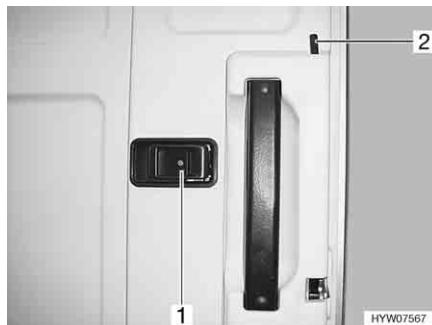

Fig. 39 Serratura della porta di ingresso, lato interno
- Tirare la maniglia (Fig. 39,1). La serratura della porta si sblocca.
- Premere il bottone di sicurezza (Fig. 39,2).